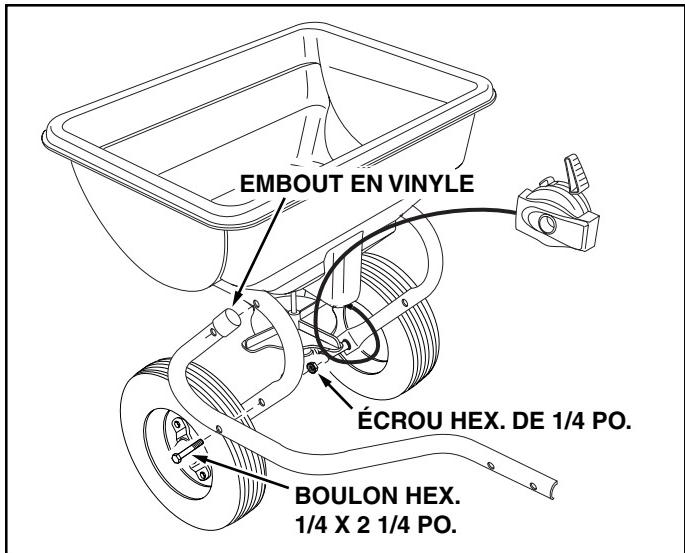

FIGURE 1
1. Placez les embouts en vinyle sur les extrémités des tubes gauche et droit de l'attelage. Voir la Figure 1.
2. Montez le tube d'attelage droit sur le tube de l'épandeur en utilisant deux boulons hexagonaux de $1/4 \times 2 \frac{1}{4}$ po. et deux écrous hexagonaux de $1/4$ po. Ne serrez pas pour l'instant. Répétez l'opération pour le tube d'attelage gauche. Voir la Figure 1.